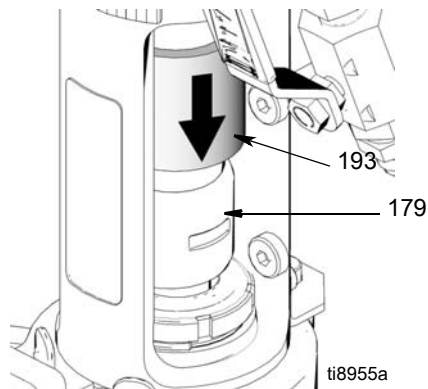

FIG. 25
6. (Fig. 25) Glisați în jos capacul cuplajului (193) peste cuplajele tijelor (179).